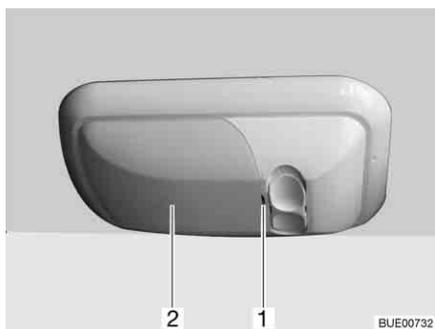

Fig. 280 Eclairage du garage
- Soulever prudemment le couvercle (Fig. 280,2) avec un outil approprié (p. ex. tournevis) au niveau de l'encoche (Fig. 280,1) et le retirer.